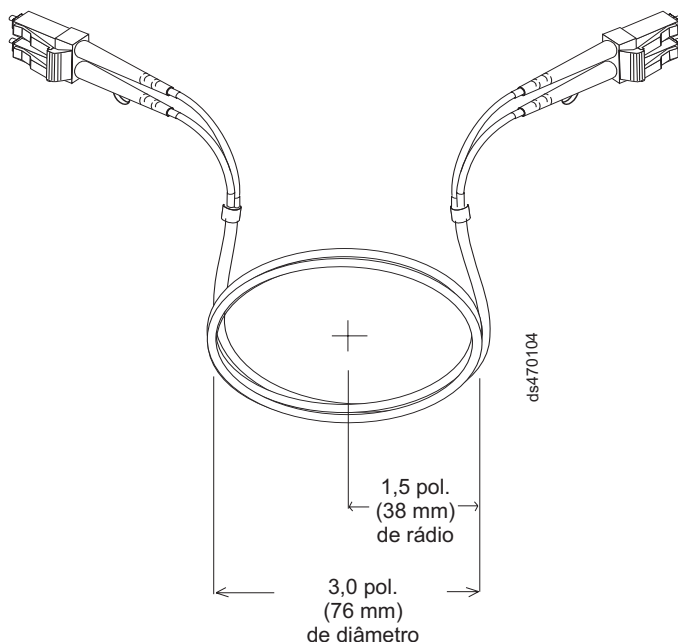

Figura 25. Especificações de curvatura e looping para cabos de fibra óptica
- Ao armazenar cabos de fibra óptica em excesso ou não usados, não dobre os cabos em um diâmetro menor que 76 mm (3 pol.) ou em um raio menor que 38 mm (1,5 pol.) ou enrole-os ao redor deles mesmos. Consulte a Figura 25 na página 52.